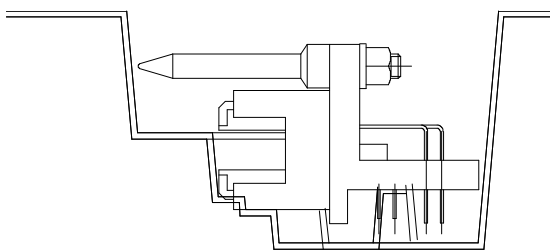

図.1(Fig.1) トレイに入れる製品の向き (Direction of Products Putting in TRAY)
- (1) 2,で指定されたトレイを用意する。
- (2) 図1に示す様に、「トレイに入れる製品の向き」でトレイに製品を入れる。
As shown Fig.1